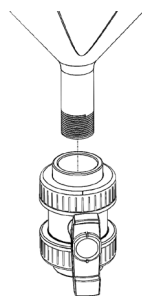

Рис. 12 – Патрубок с резьбой
9. Наденьте на патрубок емкости кран пластиковый G1 и закрутите его (Рис. 12).